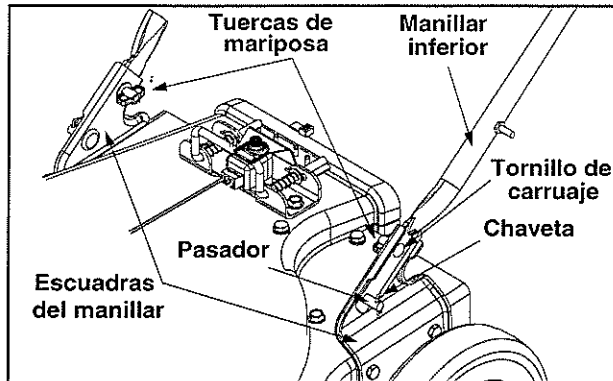

Figura 3
- Fijarlo bien apretando las tuercas de mariposa superiores, las cuales conectan juntos los dos manillares. Retirar las chavetas de las escuadras del manillar y los tornillos de carruaje (cabeza de hongo y cuello cuadrado) y tuercas de mariposa del manillar inferior. Ver la figura 3.